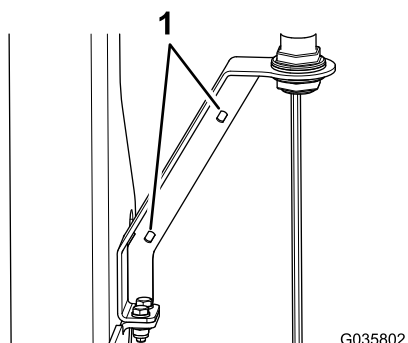

Figura 14
9. Inserite una fascetta per cavi attraverso ciascuno dei 2 fori nella staffa della lampada di segnalazione (Figura 14) e fissate il cavo.